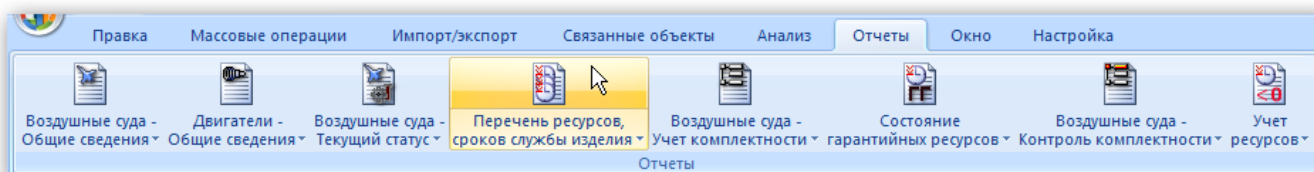

Рис. 13-48 – Вкладка «Отчеты»
- 3) Открыть вкладку «Отчеты» в рабочем окне «Экземпляры», выбрать наименование отчета и нажать «Перечень ресурсов, сроков службы изделия» (рис. 13-48).